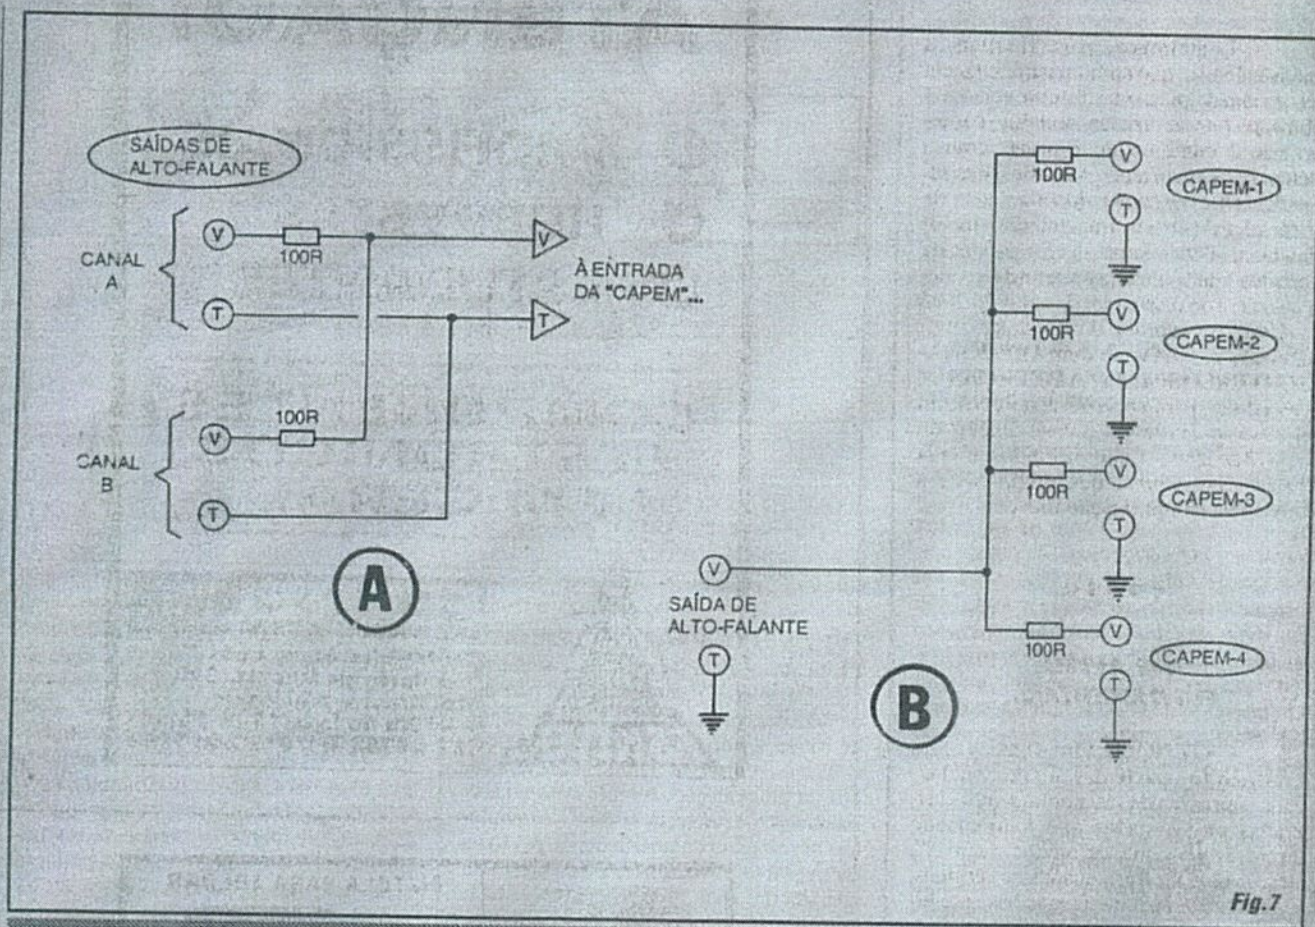

Fig. 7
- FIG. 7 - MAIS DETALHES E "DICAS" SOBRE AS CONEXÕES DE ENTRADA DO SINAL... A CAPEM é, basicamente, uma configuração *mono*, mesmo porque não há a menor necessidade - para os fins a que se destina a montagem - de amplificação em *estéreo* (cujo efeito de "separação de canais" se perderia completamente ao ar livre...). Assim, recomenda-se que a gravação das